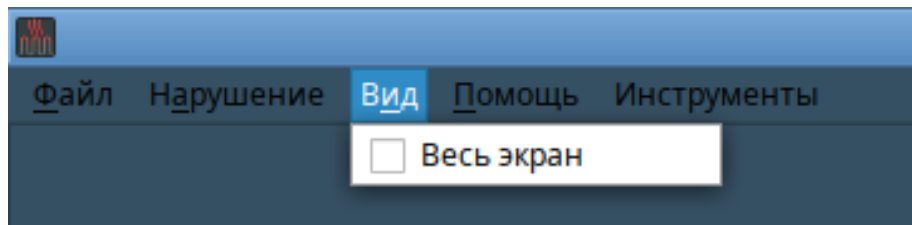

Рис. 7
3.2.2.4. Пункт главного меню «Вид» предназначен для выбора вариантов отображения отображаемого объекта (мнемосхемы/графика) (рис. 7):